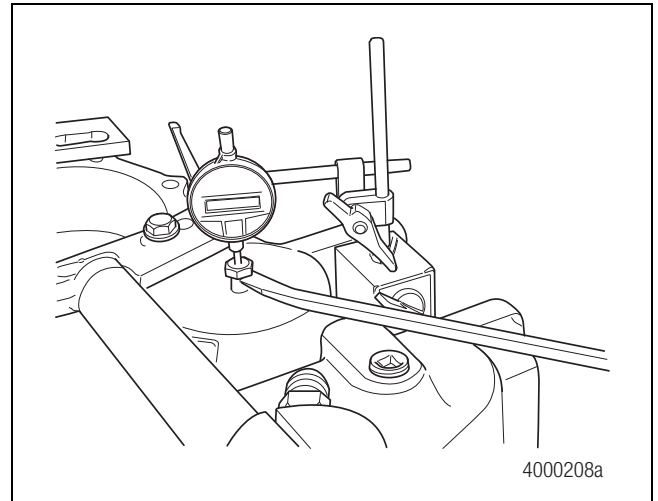

Figure 6.23
- À l'aide d'un comparateur à cadran, contrôler le jeu axial de l'arbre intermédiaire. Centrer le comparateur sur la tête du boulon. Mettre le comparateur à « 0 ». Figure 6.23.